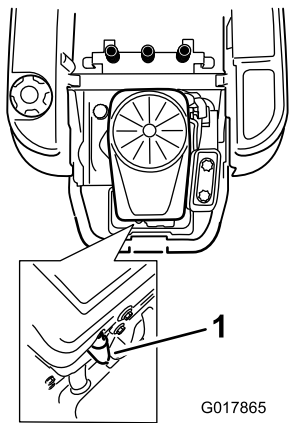

Figure 34
3. Débranchez le fil de la bougie (Figure 34).